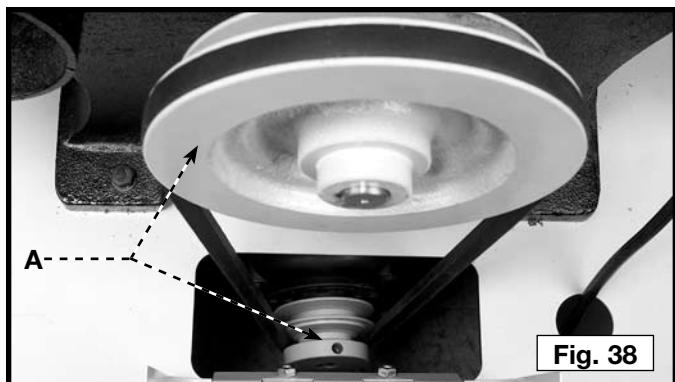

Fig. 38
2. Levante el motor, coloque la correa en el paso seleccionado de las poleas (A) Fig. 38, y lance el motor.